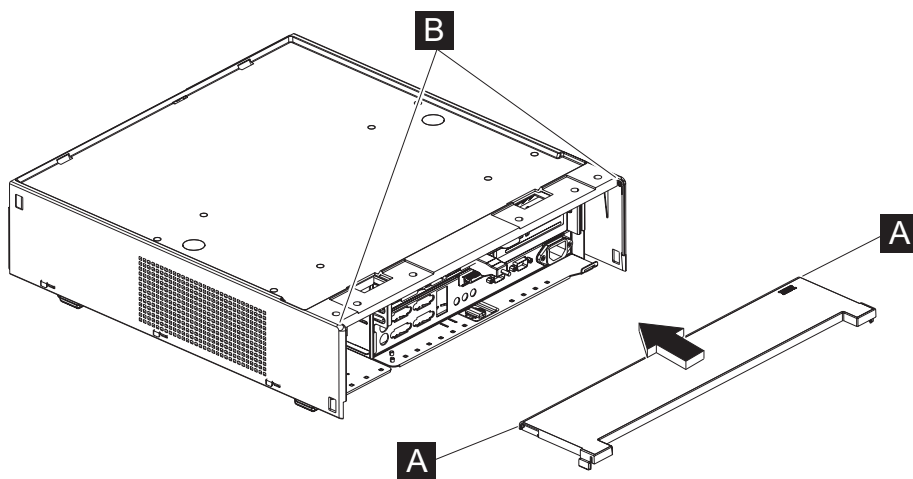

图 25. 安装后门
2. 将后门保持在水平位置进行安装。将一个铰链销（图 25 中的 **A**）插入系统部件一侧的插口（**B**）。按下另一侧的铰链销并将其插入以上的插口，从而将其咬合到位。